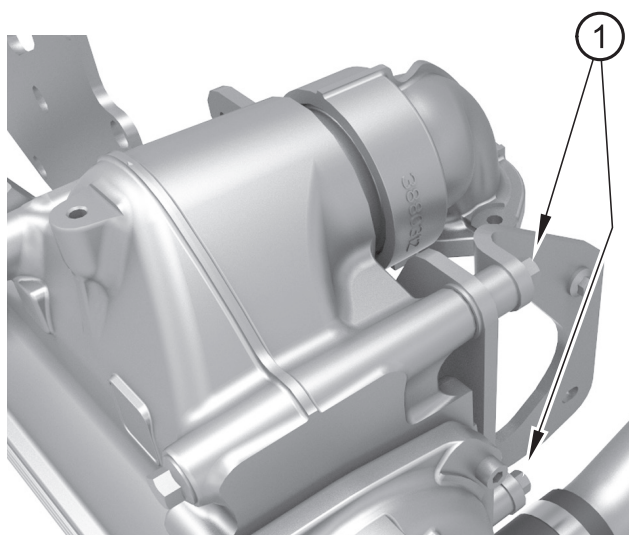

Figure 23
4. Retirez les vis de fixation de l'ensemble à l'arrière (figure 23, repère 1).